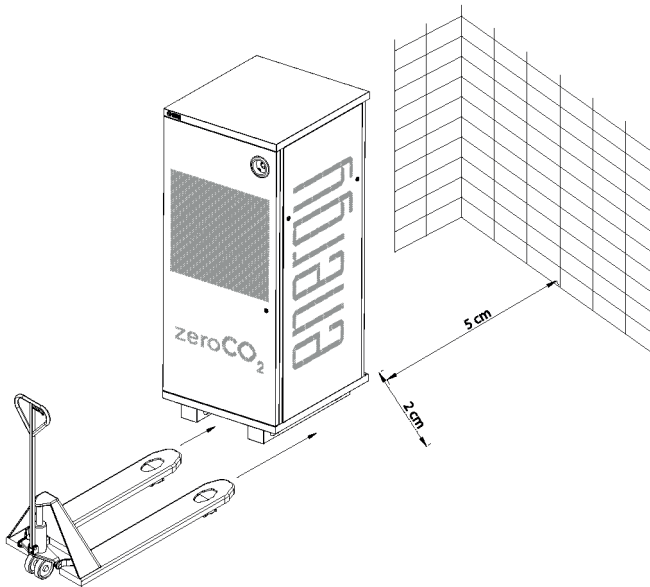

Fig. 5.17
11. Richiudere portello frontale, portello posteriore e portello laterale. Posizionare il rack a una distanza minima di 5 cm dalla parete e 2 cm da eventuali altri oggetti a lato. Durante il posizionamento finale fare attenzione a non danneggiare i cavi DC, AC, e comunicazione posizionati (Fig. 5.17).